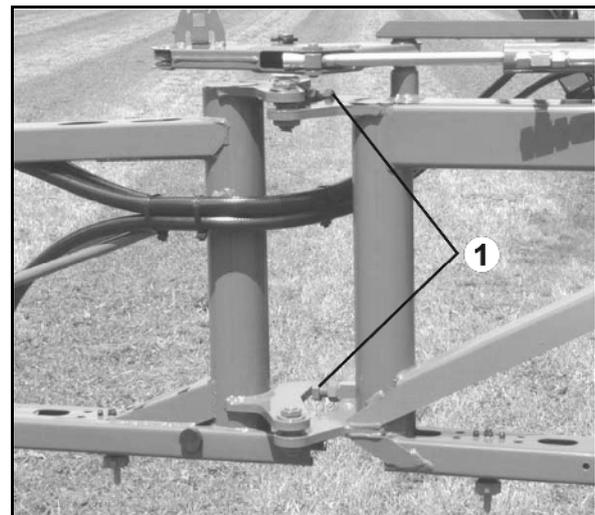

Fig. 128
1. Desserrez le contre-écrou de la vis de réglage (Fig. 128/1).